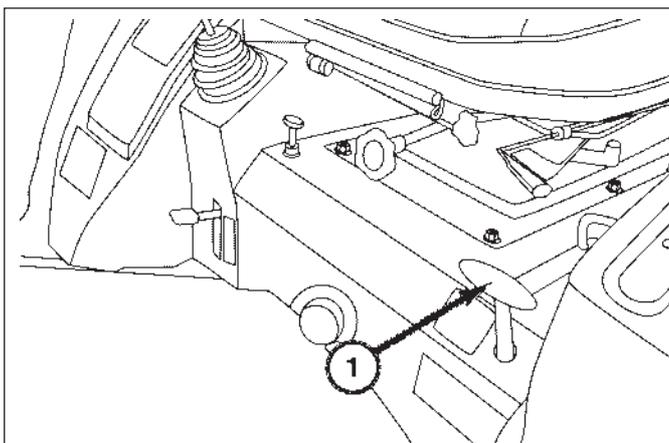

FIG. 4-23
**FIG. 4-23:** Le levier 4WD 1 engage ou débraye l'essieu avant. Avec le levier abaissé, l'essieu avant (4WD) est entraîné. Avec le levier relevé, l'essieu avant n'est pas entraîné, seul l'essieu arrière est moteur.